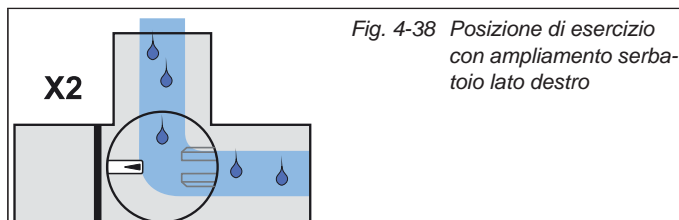

Fig. 4-38 Posizione di esercizio con ampliamento serbatoio lato destro
- X2: ampliamento serbatoio lato destro, fig. 4-38.